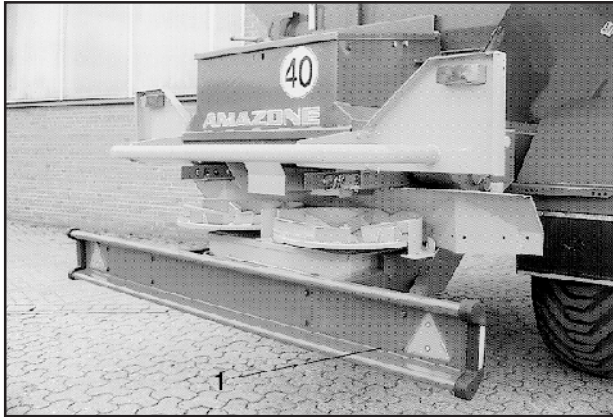
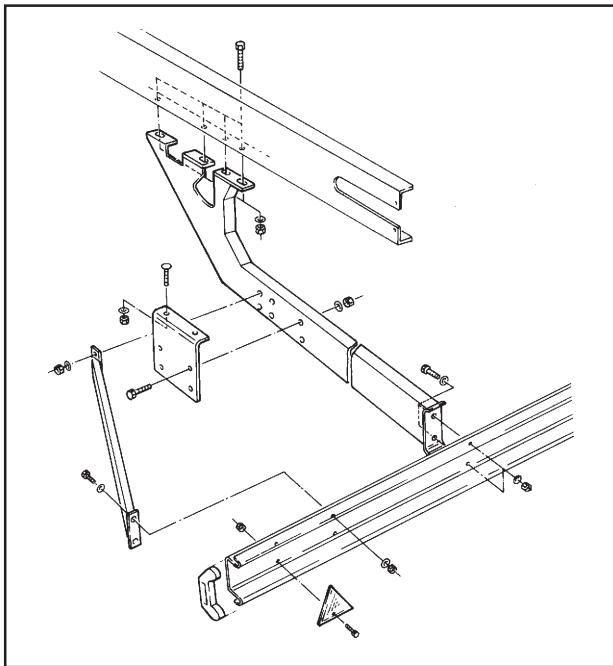

Fig. 16.1
Fig. 16.2
9. Är den högsta tillåtna hastigheten över 25 km/h, skall maskinen utrustas med ett underkörningsskydd (bild 16.1/1) enligt bild 16.2.